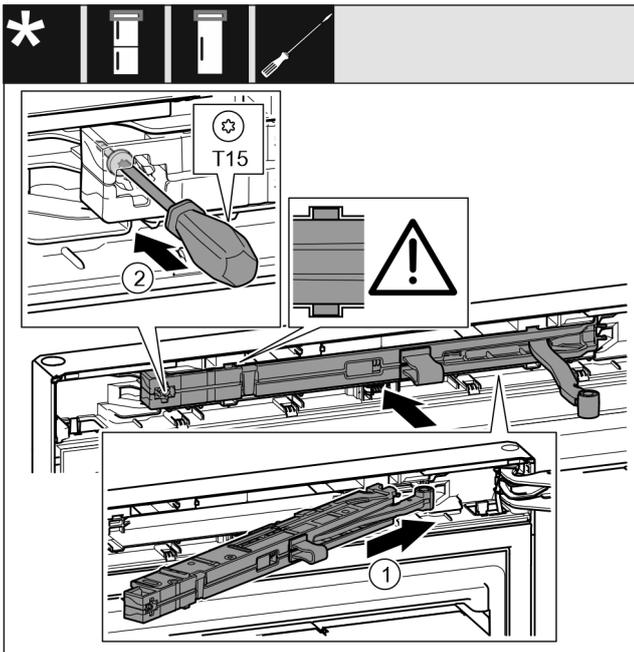

Fig. 47
- ▶ Introduzca la unidad de amortiguador de cierre en el lado del soporte de cojinete en posición inclinada en la escotadura hasta el tope. *Fig. 47 (1)*
- ▶ Apriete el tornillo con un destornillador T15. *Fig. 47 (2)*